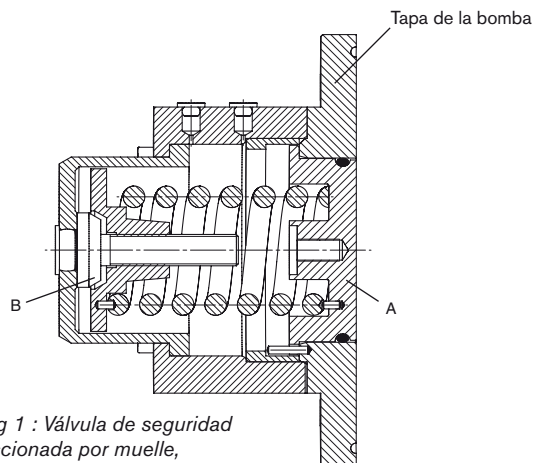

Fig 1 : Válvula de seguridad accionada por muelle, completamente cerrada
Las figs. 1 y 2 muestran el diseño de la válvula de seguridad accionada por muelle. El cabezal de la válvula (A) está sometida a la presión del líquido en el cuerpo de rotores, en un lado, y por la fuerza del muelle, en el otro. El muelle actúa directamente sobre el cabezal de la válvula.
La fig. 1 muestra la válvula de seguridad completamente cerrada. El cabezal de la válvula (A) está alineada con la superficie delantera de la tapa de la bomba. La válvula se ha ajustado comprimiendo el muelle mediante el tornillo de ajuste (B).